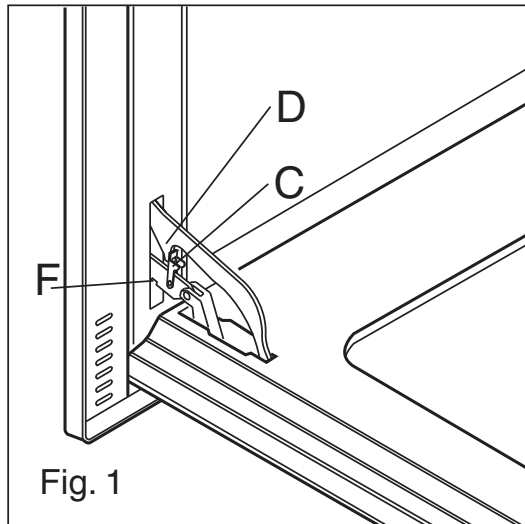

Fig. 1
Om de oven makkelijker goed schoon te maken is het handig om de deur te demonteren, waarbij u zich aan de volgende aanwijzingen moet houden. doe de verbinding (C) (fig. 1) in het scharniergedeelte (D). Zet de deur in de halfgeopende stand en trek de deur met beide handen naar u toe totdat deze losschiet van de bevestiging. Om de deur weer te monteren moet u in de omgekeerde volgorde handelen en erop letten dat u de twee geleiders (F) er op de juiste manier in doet.
Para facilitar limpezas profundas do forno é prático desmontar a porta seguindo as seguintes instruções: insira o enganche (C) (fig. 1) na dobradiça (D). Coloque a porta na posição semi-aberta e com as duas mãos puxe para si a porta até quando a mesma se desenganchar do prendedor. Para remontar a porta efetue a operação no sentido inverso tomando o cuidado de introduzir corretamente as duas guias (F).
Ved hovedrengøring af ovnen er det praktisk at afmontere ovnlågen ved at benytte følgende fremgangsmåde: Indsæt kroen (C) (fig. 1) i hængelsektionen (D). Indstil ovnlågen i halvt åben position og tag fat i den med begge hænder og træk den udad, indtil den løsnes. Montér ovnlågen på ny ved at udføre ovennævnte indgreb i omvendt rækkefølge og kontrollér, at de to skinner (F) indsættes korrekt.
För att underlätta vid grovrengöring av ugnen kan det vara praktiskt att nedmontera ugnsluckan. Gör på följande sätt: För in haken (C) (fig. 1) i gångjärnsenheten (D). Öppna ugnsluckan till hälften, fatta tag om den med båda händerna och dra den utåt tills den lossar från fästet. När du ska sätta tillbaka ugnsluckan igen upprepar du ovannämnda anvisningar fast i omvänd ordning. Var noga med att de två styrskenorna (F) sätts i på rätt sätt.